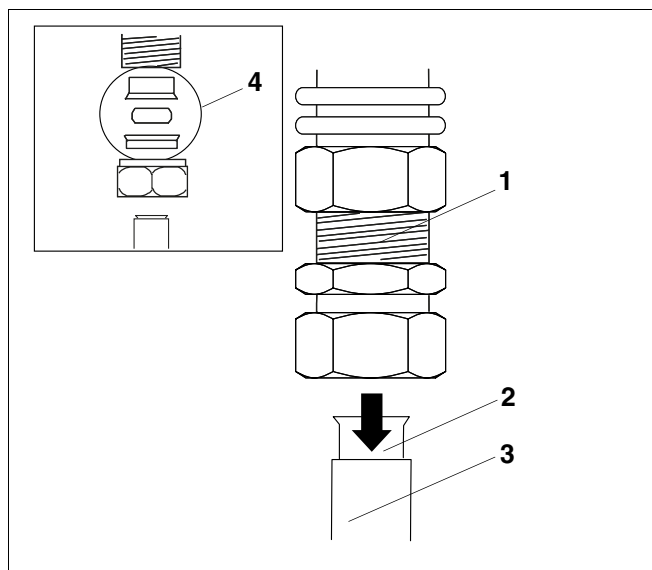

Fig. 6 Visser le Twin Tube 15
- Dimensionnez le Twin Tube 15 (fig. 6, **pos. 3**) correctement, afin de pouvoir insérer ces 2-3 cm dans l'écrou de raccord (fig. 6, **pos. 1**).
- Insérez les gaines de support (fig. 6, **pos. 2**) dans les Twin Tube 15 (fig. 6, **pos. 3**).
- Insérez entièrement les Twin Tube 15 raccourcis (fig. 6, **pos. 3**) jusqu'à la butée dans les raccords à bague de serrage (fig. 6, **pos. 1**). Les kits bague de serrage 18 mm x 15 mm doivent complètement entourer les Twin Tube 15.
- Bloquez l'écrou-raccord à l'aide de l'écrou de raccord avec bague de serrage (fig. 6, **pos. 1**) au moyen d'une clé de serrage adéquate.